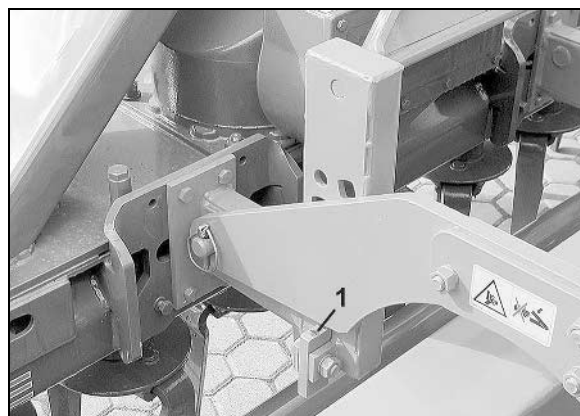

Fig. 54
2. Auflagen (Fig. 54/1) so einstellen, dass die Sämaschine mühelos angekuppelt werden kann.